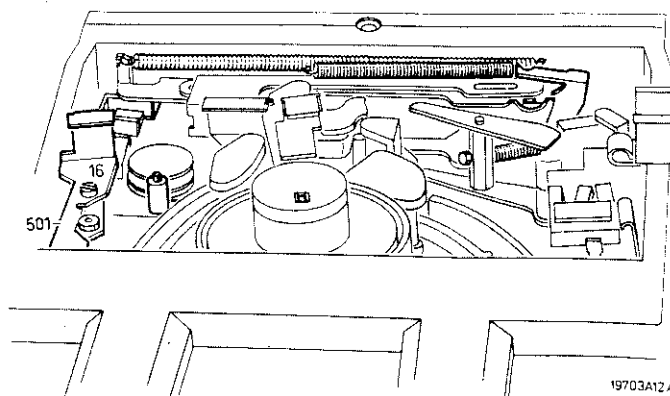

Fig. 2.22
- Schraube B (Abb. 2.22) derart einstellen, dass der Schalter SK6 zuverlässig umschaltet, sobald der Lift geschlossen wird und zuverlässig zurückschaltet, wenn der Lift geöffnet wird.
- Die Schraube 16 (Abb. 2.22) ein wenig lösen und die Platte 501 derart verschieben, dass das Millivoltmeter 108 mV anzeigt. Dieser Wert entspricht einem Motorstrom von 190 mA.